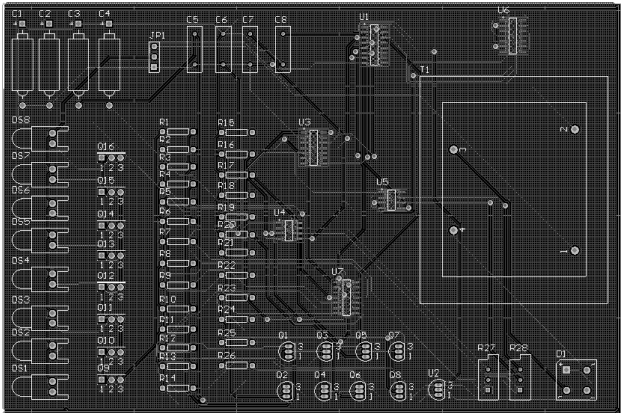

图 16-34 PCB 覆铜
(2) 退出“多边形敷铜”对话框后，鼠标变成十字形，在 PCB 上绘制一个覆铜的区域，就可以将铜箔覆到 PCB 上，如图 16-34 所示。